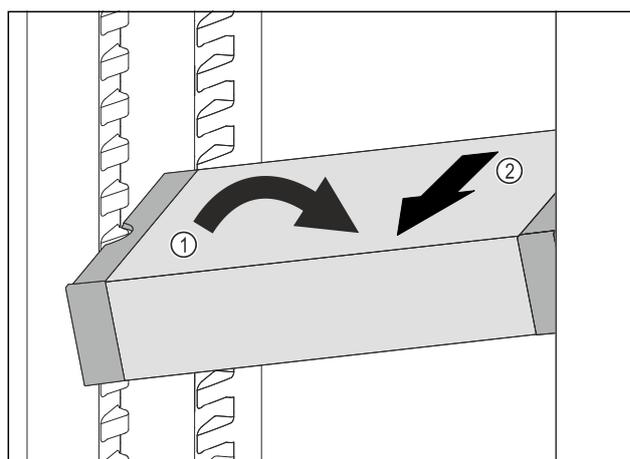

Fig. 93
- Incliner le VarioSafe dans la partie réfrigérateur. *Fig. 93 (1)*
- Sortir le tiroir VarioSafe par l'avant. *Fig. 93 (2)*